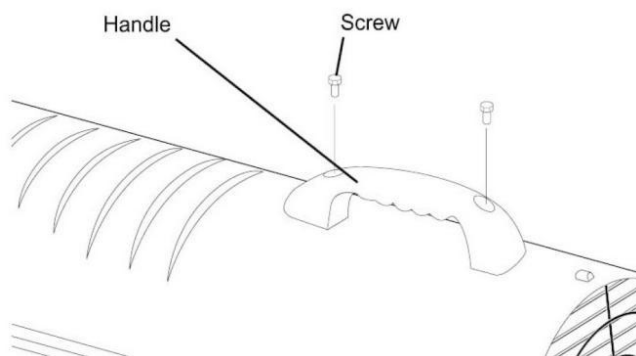

Figure 6. Montage de la poignée, modèle ZB-K70
1. Alignez les trous du boîtier supérieur avec les 2 trous de la poignée comme indiqué sur la figure 6.